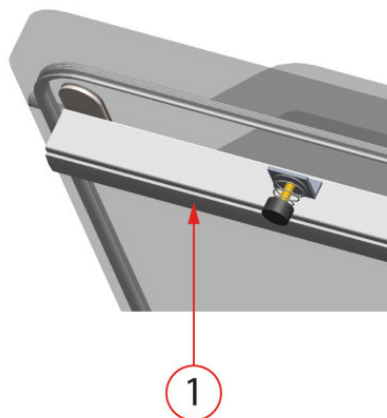

Abbildung 7: Austausch des Silikongummis der Silikonhalter
- 1. Ziehen Sie das alte Silikongummi vom Halter ab, vgl. *Abbildung 7: Austausch des Silikongummis der Silikonhalter* auf Seite 57.